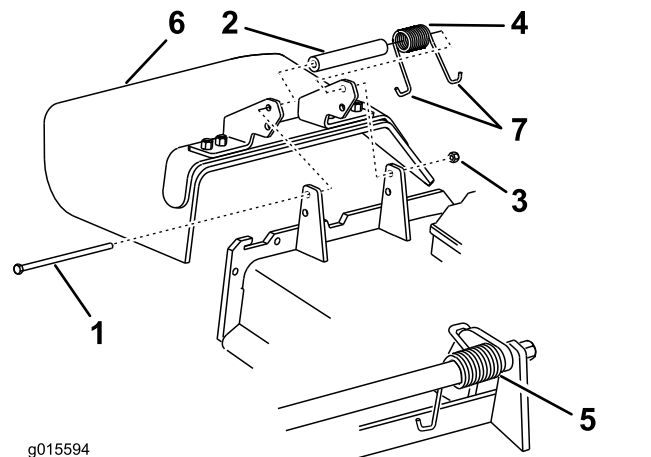

Figure 106
1. Retirez le contre-écrou, le boulon, le ressort et l'entretoise qui fixent le déflecteur aux supports de pivot (Figure 106).
2. Déposez le déflecteur d'herbe s'il est endommagé ou usé (Figure 106).
Remarque: Prenez soin de placer une extrémité en J du ressort derrière le bord du plateau avant de mettre le boulon en place, comme montré à la Figure 106.
6. Accrochez 1 extrémité en J du ressort au déflecteur d'herbe (Figure 106).